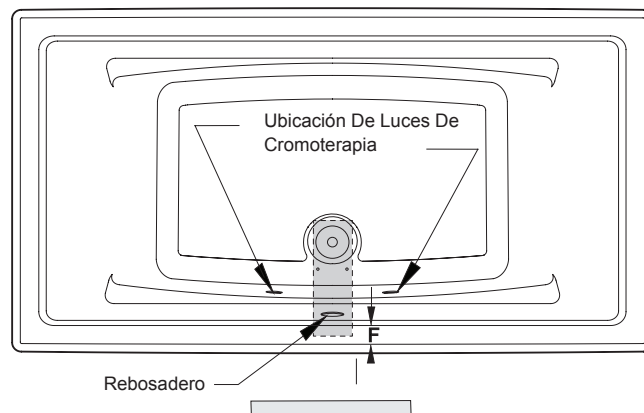

Figura 1 - Ubicaciones comunes de accesos
- Por norma, se debe facilitar el acceso a la caja del panel de control de cromoterapia (si es suministrado). Las ubicaciones de acceso al servicio se muestran en los diagramas de instalación incluidos en el Manual de especificaciones técnicas (Figura 1).